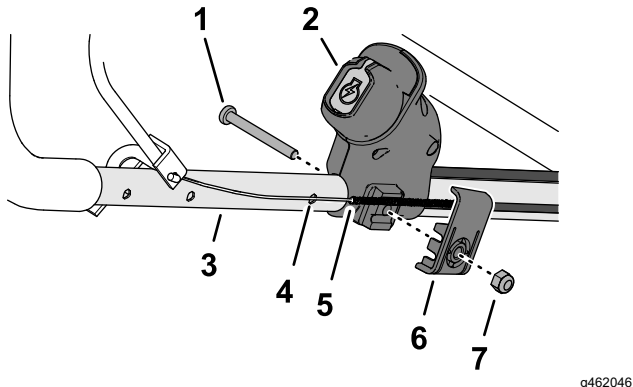

Figure 12
1. Montez le commutateur de démarrage électrique sur le guidon, comme montré à la (Figure 12).